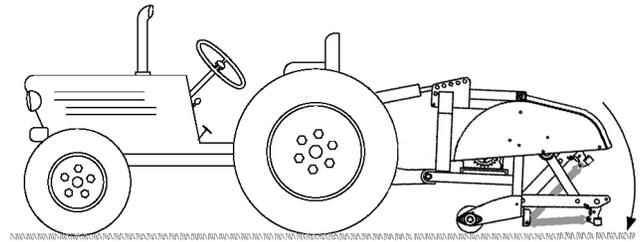

図 13
4. エアレータを床に降ろし、油圧上リンクの油圧シリンダまたは上リンクを一杯に伸ばす（図 13）。